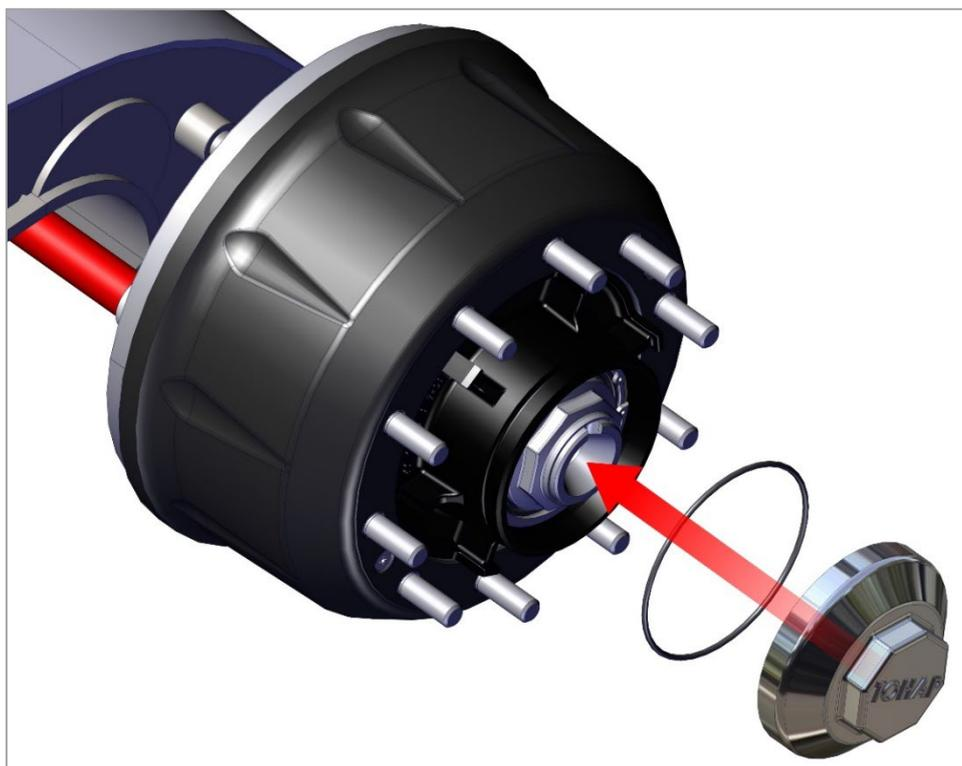

Рис. 12.2. Монтаж крышки ступицы колеса с резиновым уплотнительным кольцом
3) Установите крышку ступицы колеса с резиновым уплотнительным кольцом (рис. 12.2)